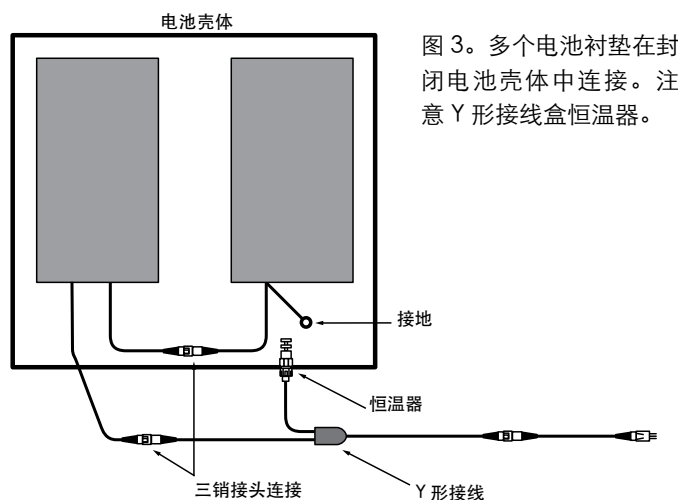

图 3。多个电池衬垫在封闭电池壳体中连接。注意 Y 形接线盒恒温器。
- ▶ 如果安装多个电池贴片，用三销接头连接贴片。确保连接装置牢固、锁存器啮合。连接地线。见图 3。